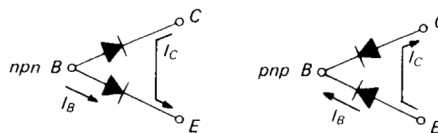

Figura 2: Tranzistorul măsurat folosind un multimetru setat pe modul "tester de diodă"
2. Joncțiunile PN (bază-emitor, bază-colector) pot fi analizate similar diodelor (Figura 2). Dioda bază-emitor este polarizată direct, iar dioda bază-colector este polarizată invers;
După cum putem observa din Figura 2, static, multimetrul ce poate fi setat pe funcția de Tester de diode va "vedea" joncțiunea BE și BC ca pe două diode. Folosind multimetrul putem testa numai integritatea joncțiunilor individuale. Verificăm dacă cele două joncțiuni există, dacă ele conduc într-o singură direcție și căderea de tensiune pe joncțiune la curentul de test generat de multimetru.